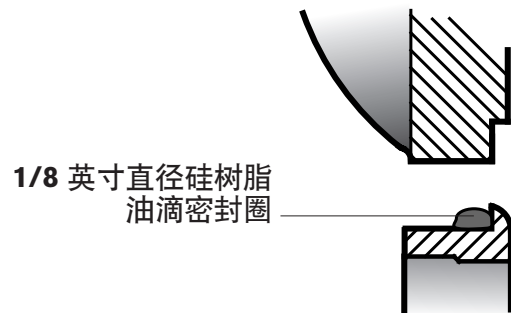

图 5 底部轴承帽螺栓的法兰密封
1. 在风扇轴 (201) 上按压环形齿轮钢毂盘 (8) 以及上下轴承内圈 (411 和 412)。在环形齿轮钢毂盘上安装环形齿轮 (101)，并将帽螺栓拧紧为 ft·lb_f (123 N·m)。
2. 安装上风扇轴轴承外圈 (412) 和不带垫片的轴承护圈。
3. 将减速机外壳倒置，并安装风扇轴组合件，同时使上风扇轴轴承内圈落到其外圈中。安装下轴承外圈 (411)。
4. 使用密封器安装底盖帽螺栓，如图 5 所示，并将帽螺栓拧紧为 25 ft·lb_f (34 N·m)。使用旧垫片包或制作相同厚度的垫片包 (420)，并安装底部轴承护圈帽螺栓。此时不要为底部轴承护圈安装 O 型环。将帽螺栓拧紧为 25 ft·lb_f (34 N·m)。